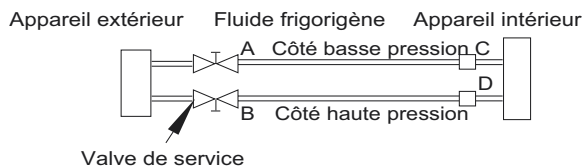

Fig. 18 – Valve de service
1. Serrez complètement les écrous évasés A, B, C et D, branchez le flexible de l'ensemble de manomètres à un orifice de charge de la valve de service côté basse pression (voir la figure 18).